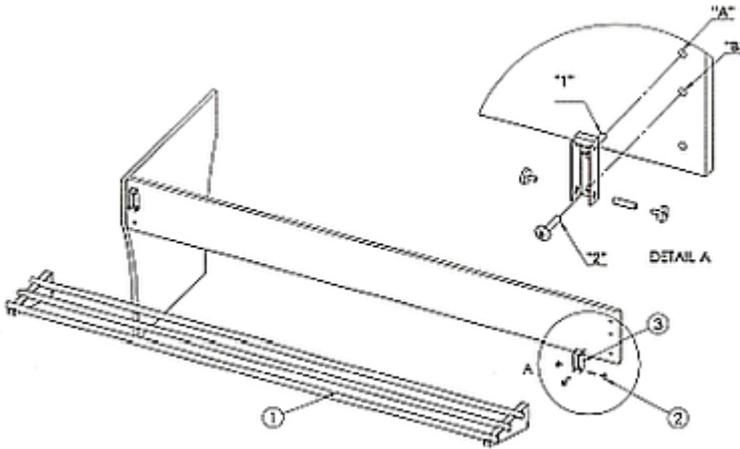
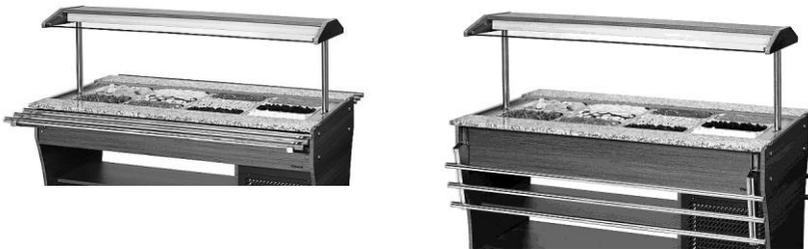

Abb. 4
Abb. 5
- Verwenden Sie zur Befestigung der Halterung ③ (Abb. 4) für die Tabletrutsche die Bohrungen „A“ und „B“ (1. und 2. Bohrungen von oben am Holzpanel).
- Fixieren Sie die Halterung ③ am dem Holzpanel, indem Sie die Schraube „1“ mit der Bohrung „A“ und Schraube „2“ mit der Bohrung „B“ verschrauben.
- Legen Sie die Tabletrutsche ① auf die Halterungen und fixieren Sie diese mit der beiliegenden Distanzschraube ②.
- Die Tabletrutsche kann bei Bedarf heruntergeklappt werden (Abb. 5).